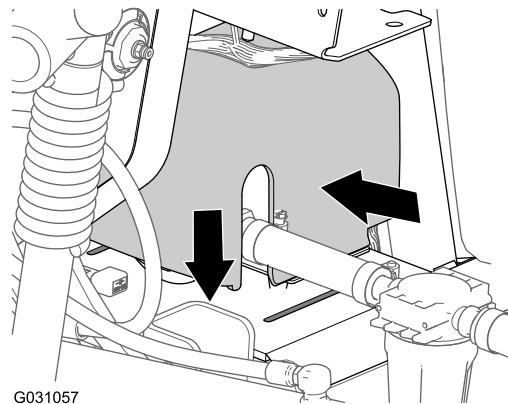

Figura 148
2. Alinee la tapa de la bomba de enjuague sobre la placa base de la bomba de enjuague (Figura 148).
3. Presione los lados de la tapa de la bomba de enjuague y alinee las pestañas de la tapa con la placa base (Figura 148).
4. Introduzca las pestañas en las ranuras y suelte los lados de la tapa (Figura 148).